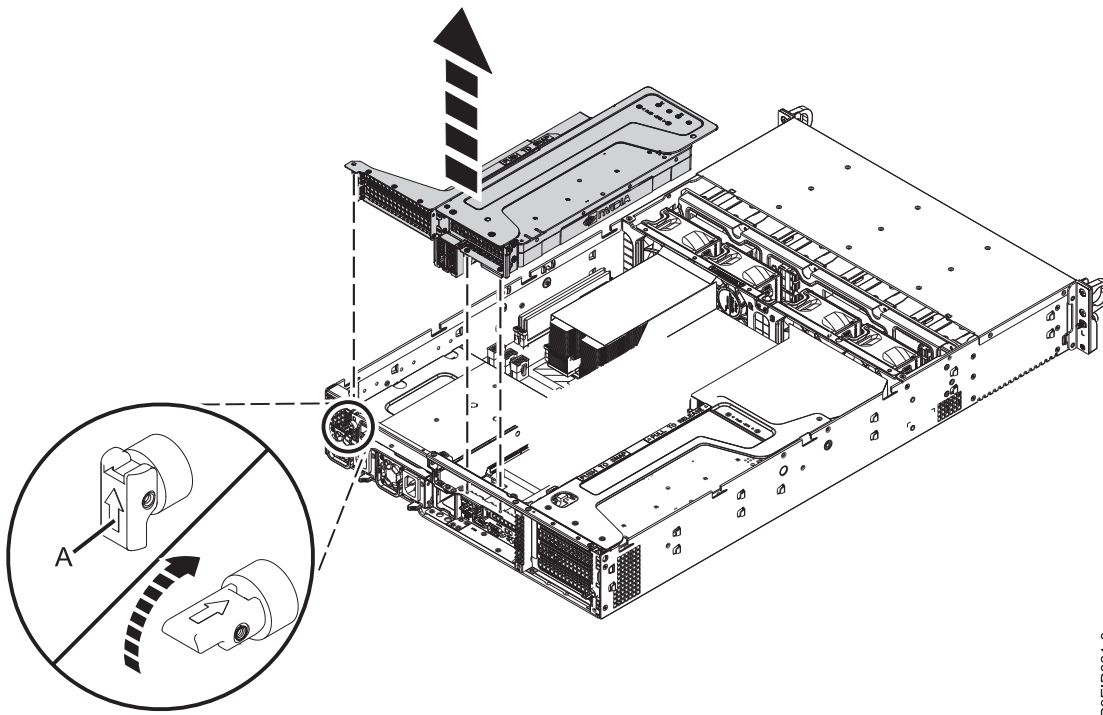

図 54. PCIe ライザーの取り外し
3. PCIe アダプターを位置 1 または 2 に取り付けるには、PCIe ライザーを取り外します (図 54 を参照)。
- 保持ピン (A) を引っ込みます (図 54 を参照)。